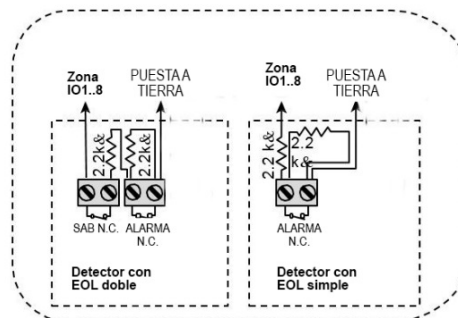

Figura 2.1: Ejemplo de conexión de un detector
Para montar el módulo de expansión, tal y como se muestra en la Figura 2.1, siga los pasos siguientes:
- Presione hacia abajo en el módulo de expansión entre los dos clips para insertarlo en el panel posterior. Para identificar los clips, consulte la figura 2.1 (A).